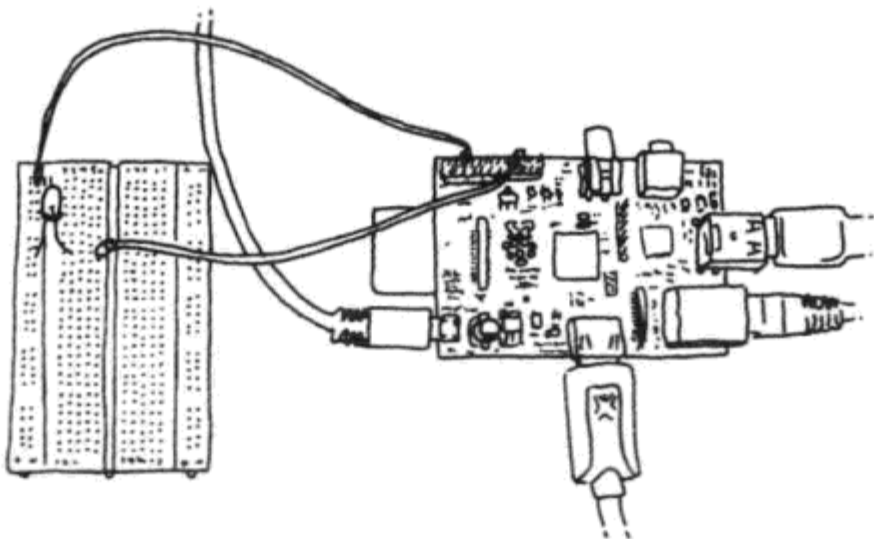

图7.4 把LED与Raspberry Pi相连^①
3. 现在，你可以连接 LED 了（图 7.4）。在开始连接之前，你需要知道 LED 是有极性的：LED 的两个引脚的接线不能颠倒。LED 的引脚中，较长的一根是正极，应当与 GPIO 口相连；较短的一根则是负极，需要接地。另一种区别正负的方式是从 LED 的顶部往下看，